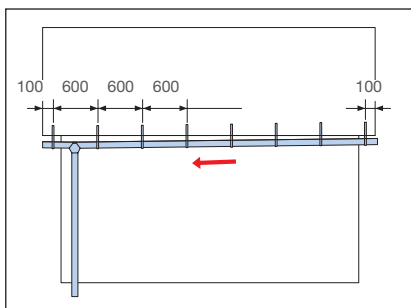
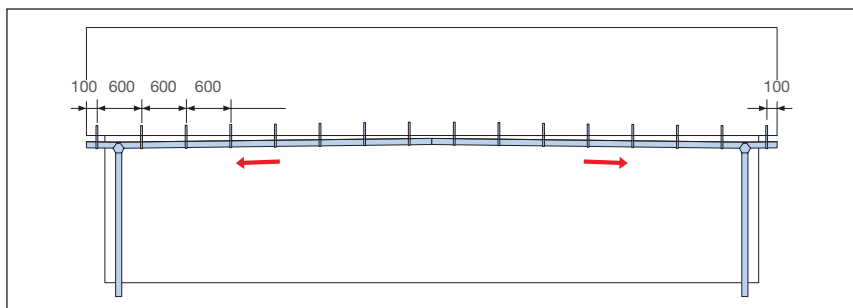

Abb. 1. Dachrinne unter 12 Meter.
Abb. 2. Dachrinne länger als 12 Meter.
der Rinne, sollte ungefähr 6 mm niedriger sein als die Hinterkante s. Seite 11. Es ist zu berechnen wieviele Rinneneisen bei jeder Dachrinne benötigt werden (z.B. $10\text{ m}/0,6\text{ m} + 1 = 17$ Rinneneisen). Jedes Fallrohr kann in etwa Regenwasser von 12 m Dachrinne bewältigen. Eine genaue Bemessung kann eventuell zu mehr Metern pro Fallrohr berechtigen. Aus optischen und funktionellen Gründen ist es von Vorteil ein Fallrohr an jedem Ende der Dachrinnen zu montieren, die länger als 12 Meter sind. (Siehe Abb. 1 und Abb. 2).
3. Rinneneisen 300 mm rechts von der Markierung für das Rinnenablaufstück und etwa 2,5 mm höher als das Rinneneisen links (das niedrigste Rinneneisen – siehe Abb. 2) befestigen.